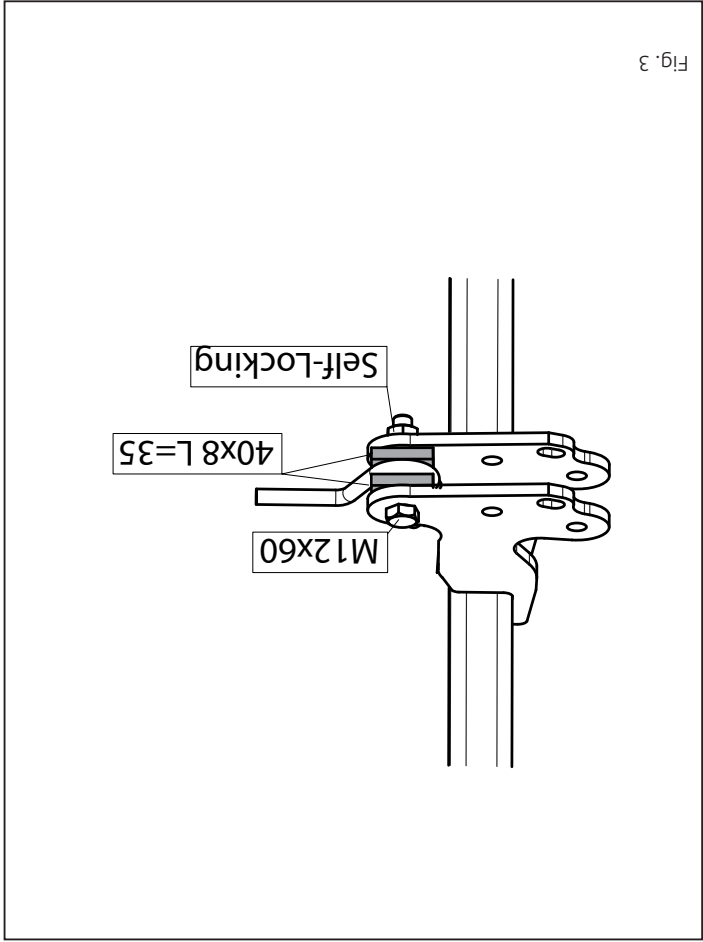

Fig. 3
9. Monteer de dwarsbalk E in het midden aan de sleepoog op de punt M (fig. 3)
10. Fit the cross beam E centrally at points M onto the towing eye (fig.3).
10. Den Querbalen E in der Mitte bei das Punkt M an der Schleppöse befestigen (Abb. 3).
10. Placer la traverse E au centre à l'emplacement des points M de l'anneau de remorquage (fig. 3).
10. Montera bärbalken E centralt vid punkt M på dragöglan (fig. 3).